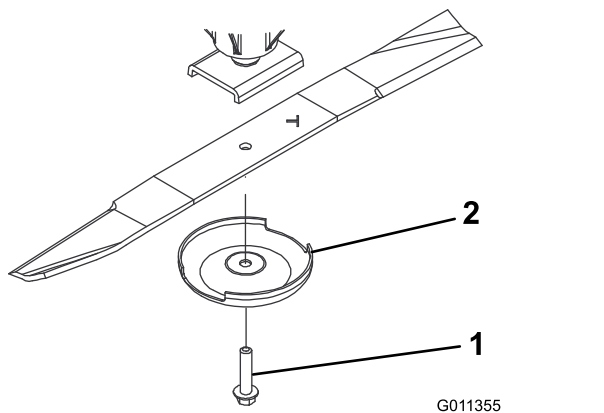

Figura 71
2. Sujete el extremo de la cuchilla con un trapo o un guante con acolchado grueso. Retire el perno de la cuchilla, el protector del césped y la cuchilla del eje (Figura 71).
3. Instale la cuchilla, con la vela hacia la carcasa de corte, con el protector de césped y el perno de la cuchilla (Figura 71). Apriete el perno de la cuchilla a 115-149 N·m.